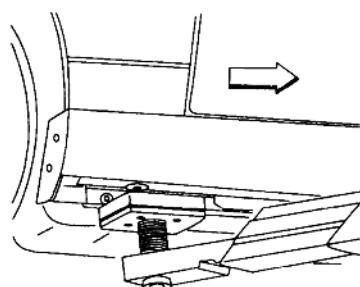

图 1-6 接触式提升轿车时放上后提升衬垫
- (2) 采用车架—接触式提升轿车时,应将后提升衬垫放在后夹焊凸缘上,如图 1-6 所示。